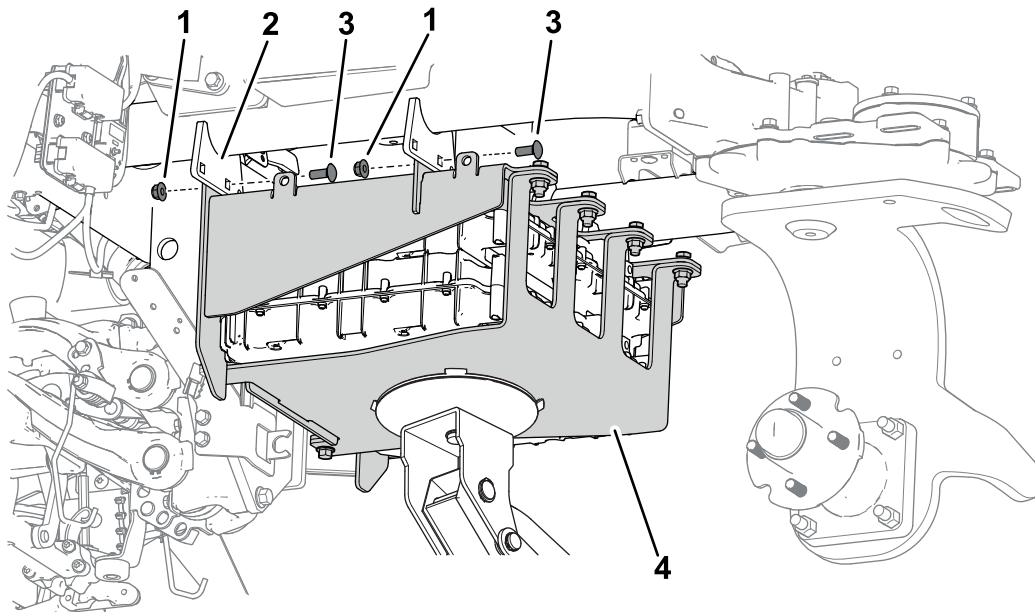

Figura 22
B. Utilize 4 parafusos de carroçaria ( $\frac{3}{8}$  x 1 pol.) e 4 porcas flangeadas ( $\frac{3}{8}$  pol.) para prender o conjunto da bateria à estrutura da máquina (Figura 22).